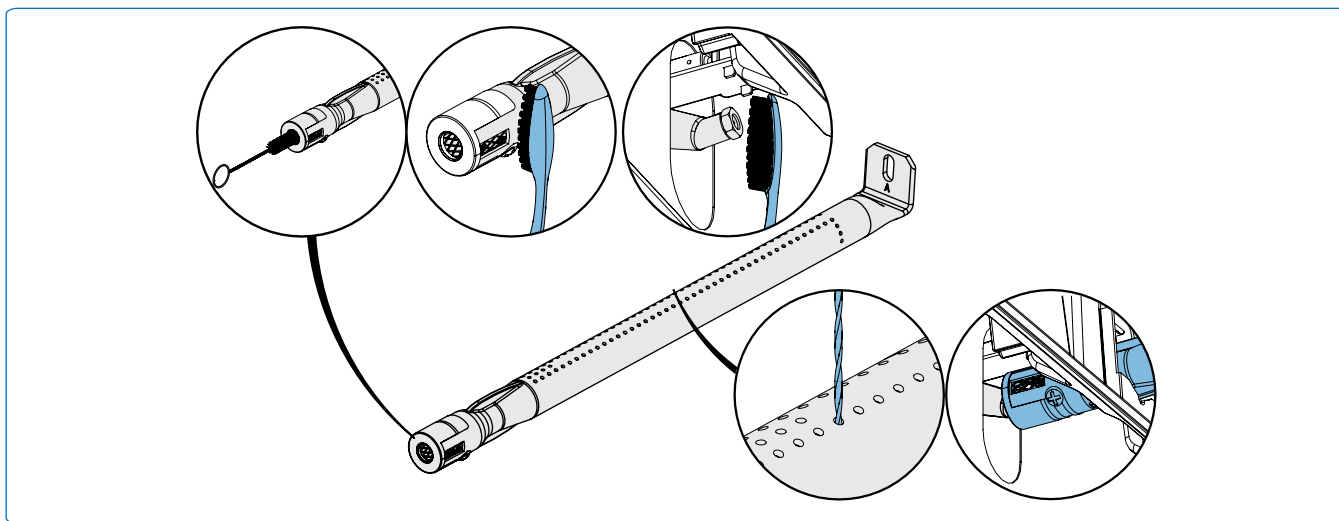

Fig. 15
1. Rimuovere la/le vite/i che fissano il bruciatore alla parete posteriore del barbecue. Far scorrere il bruciatore indietro e verso l'alto per rimuoverlo (**Fig.15**).